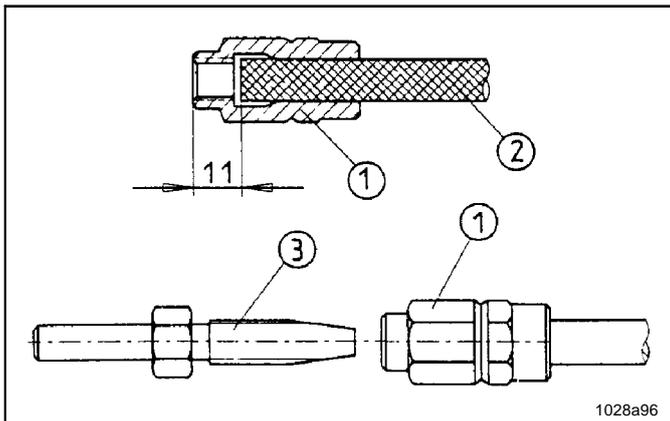

Abb. 7 Vormontage der Schraubhülse und Schlauchstutzen auf dem Hochdruckkunststoffschlauch
- Schraubhülse 1, Abb. 7, linksdrehend auf den Hochdruckkunststoffschlauch 2 drehen, bis das gezeigte Maß von 11 mm erreicht ist. Danach den Schlauchstutzen 3 in die Schraubhülse 1 einschrauben.